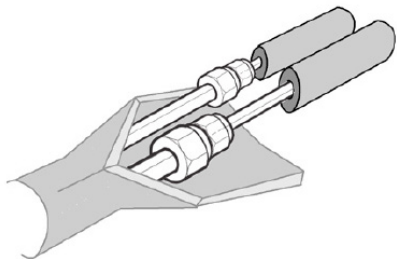

fig. 23 -
- Element łączący z jednostką wewnętrzną musi być owinięty izolacją termiczną "fig. 23 -".